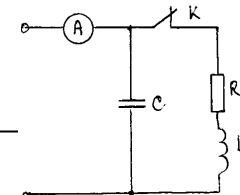

рис.17
20. У колі (рис.17), де $U = 220$ В 50 Гц для визначення невідомого значення індуктивності L розмикають ключ K та підключають конденсатор C , при цьому струм дорівнює 5 А. При замиканні ключа ток не змінюється. Чому дорівнює індуктивність?